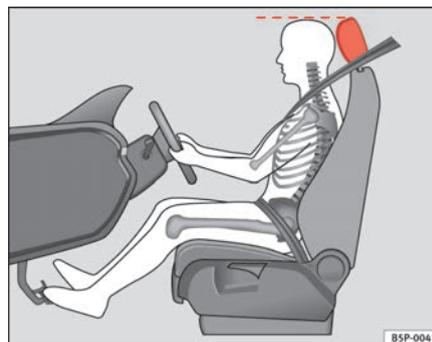

Fig. 2 Posição correcta do encosto de cabeça do condutor
- Regule o encosto de cabeça de modo a que o rebordo superior do mesmo fique alinhado com a parte superior da sua cabeça ⇒ **fig. 2**.